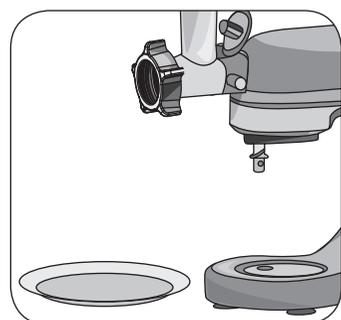

Fig. 15
- 6 Posizionare un contenitore idoneo sotto la ghiera (U) per raccogliere il cibo che uscirà dalla tramoggia (Fig. 15).